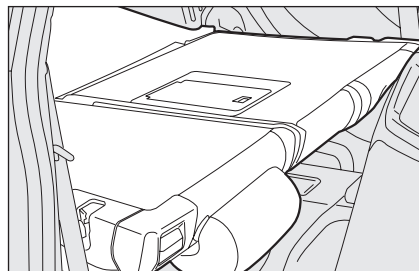
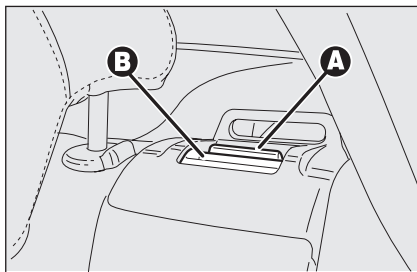

fig. 77
fig. 76
- ☐ soulever les leviers **A-fig. 76** de soutien des dossiers et les renverser vers l'avant, pour obtenir un seul plan de charge **fig. 77** (le soulèvement du levier **A** est mis en évidence par une "bande rouge" **B**).
- ☐ soulever le levier **A-fig. 76** de soutien du dossier et le renverser vers l'avant (le soulèvement du levier **A** est mis en évidence par une "bande rouge" **B**).
S'assurer que le dossier est correctement accroché sur les deux côtés ("bandes rouges" B-fig. 76 non visibles) pour éviter que, en cas de freinage brusque, le dossier puisse se projeter vers l'avant en provoquant des blessures aux passagers.